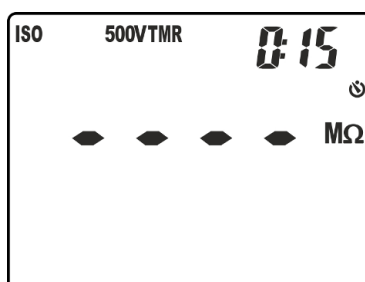

Fig. 20: Impostazione tempo di misura in modo TMR
5. Premere i tasti **▼/☼** o **▲/ZERO** per impostare il tempo di misura (Timer) scegliendo tra le opzioni: **15s, 30s, 1min, 5min, 10min**. Notare il valore nella parte alta destra del display (vedere Fig. 20)
5. Premere i tasti **▼/☼** o **▲/ZERO** per impostare il tempo di misura (Timer) scegliendo tra le opzioni: **1min** (per misura **DAR**) o **10min** (per misura **PI**). Notare il valore nella parte alta destra del display (vedere Fig. 20)